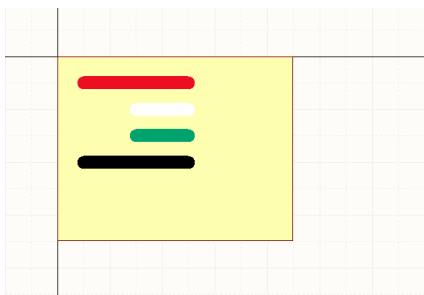

图 19-2 USB-A 符号外形
① 单击 Utilities 工具栏中的  按钮, 在下拉子工具栏中单击  按钮, 在编辑区原点处绘制元件的矩形边框。
② 单击 Utilities 工具栏中的  按钮, 在下拉子工具栏中单击  按钮, 按下 Tab 键将线宽改为 Large, 然后依次在矩形框内放置 4 条长短不一的线。放置完毕后, 双击这 4 条线, 将其颜色从上到下依次设为红、白、绿和黑色, 线宽设为 Large, 如图 19-2 所示。